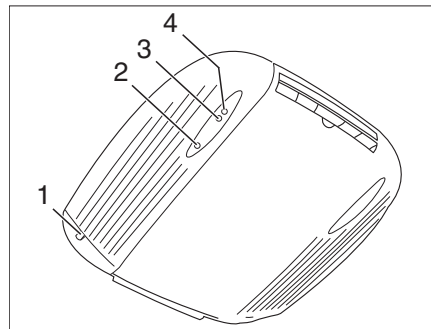
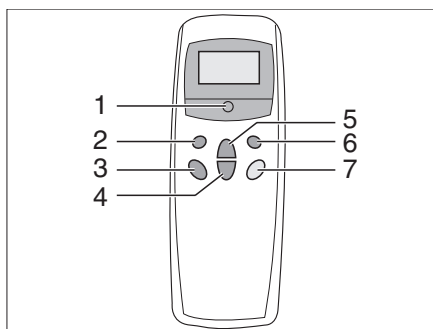

Bild 116 Innenansicht
Bild 117 Fernbedienung
Die Klimaanlage ist auf dem Dach des Fahrzeugs angebracht. Die Fernbedienung (Bild 117) für die Klimaanlage befindet sich im Küchenbereich.
- Fahrzeug an die 230-V-Versorgung anschließen. Die Klimaanlage ist betriebsbereit. Die rote LED (Bild 116,2) leuchtet.
- Am Schalter (Bild 117,5) die Fernbedienung einschalten.
- Die gewünschte Betriebsart mit der Taste (Bild 117,1) einstellen. Die grüne Kontroll-Leuchte (Bild 116,3) zeigt den Kühlbetrieb, die rote Kontroll-Leuchte (Bild 116,4) den Heizbetrieb an.
- Bei Bedarf mit den Tasten (Bild 117,3 und 4) die gewünschte Gebläseleistung und Raumtemperatur einstellen.
- Zum Ausschalten die Taste (Bild 117,5) auf der Fernbedienung erneut drücken.